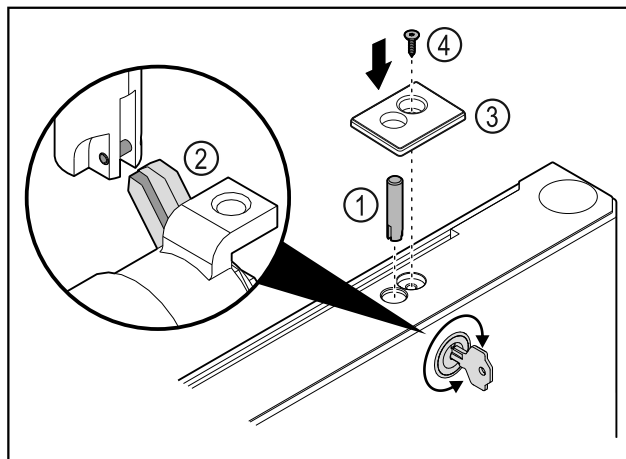

Fig. 47
- ▶ Założyć śrubę zamka Fig. 47 (1).
- ▶ Lekko przekręcić zamek, aby śruba zamka Fig. 47 (2) zatrzasnęła się w szczelinie zamka.
- ▶ Założyć osłonę Fig. 47 (3).
- ▶ Założyć śrubę Fig. 47 (4).